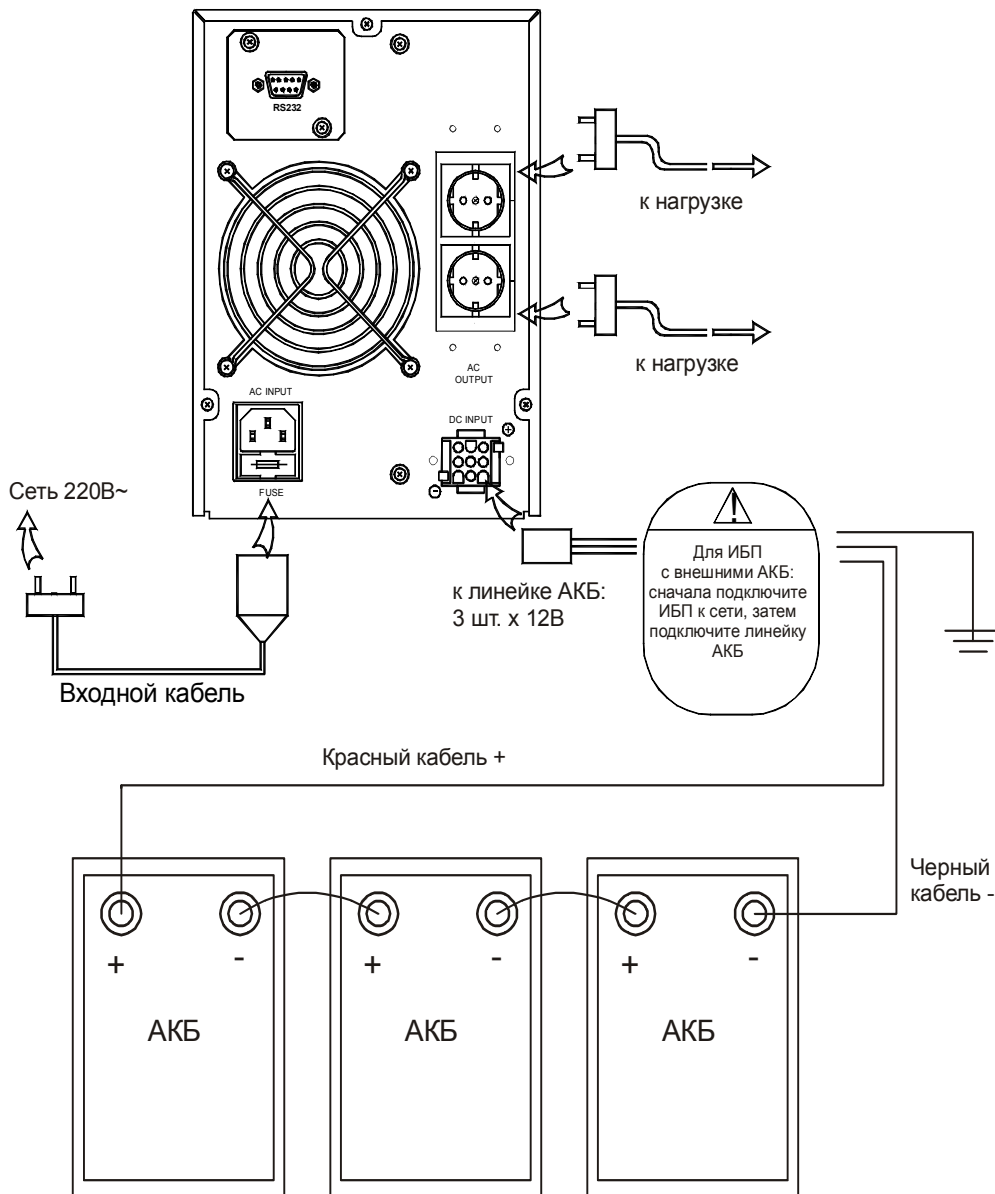

Рис. 3-2. Схема подключения KR1000LCDL
3. Соберите линейку из 3 одинаковых аккумуляторных батарей по 12В каждая, желательно из одной партии. Соедините их последовательно с помощью батарейных перемычек (см. рис. 3-2). Батарейные перемычки обычно входят в комплект батарей или изготавливаются самостоятельно (используйте кабель сечением не менее 6 мм²).
4. Соедините линейку АКБ с батарейным кабелем (входит в комплект). Красный провод – плюс, черный – минус (см. рис. 3-2).
5. Соберите линейку из 8 аккумуляторных батарей (для KR3000LCDL) по 12В каждая (96В). Соедините их последовательно с помощью юатарейных перемычек сечением не менее 6 мм² (аналогично рис. 3-2, но в отличие от рисунка 3-2 используйте 8 батарей).